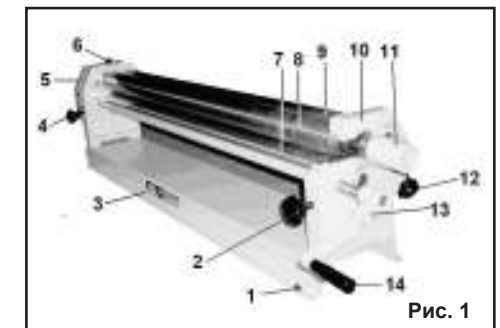

Рис. 1
## 5. УСТРОЙСТВО (Рис.1)
## 7. МОНТАЖ (Рис.1)
Как показано на Рис. 1 ручку (13) переустановите рукояткой (14) наружу, положение закреп-